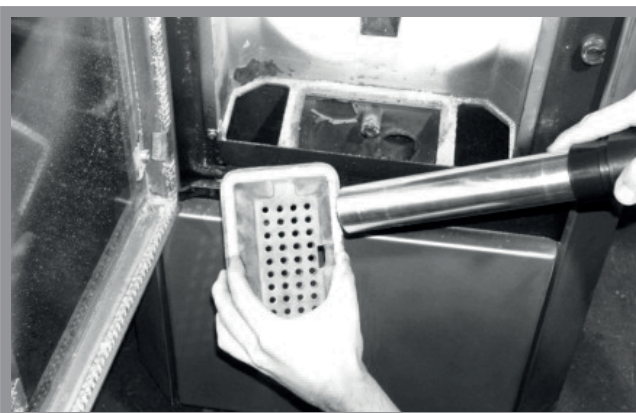
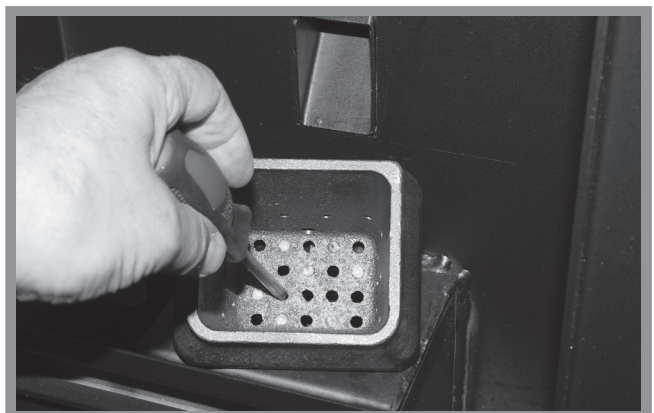

Abb. 12b: Reinigung der Luftöffnungen mit einem Staubsauger
Abb. 12c: Reinigung der Luftöffnungen mit einem Werkzeug
2. Entnehmen Sie dann den Brenntopf. Überprüfen Sie die Luftöffnungen am Boden des Brenntopfes. Vergewissern Sie sich, dass alle Luftöffnungen weder verstopft noch zugesetzt sind. Saugen Sie den Brenntopf gründlich ab (siehe Abb. 12b). Entfernen Sie hartnäckige Verkrustungen und Blockaden, wenn nötig, mit einem geeigneten Werkzeug (siehe Abb. 12c).